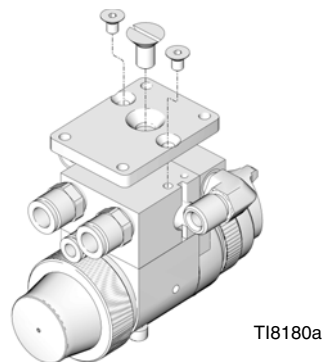

FIG. 5: Placa adaptadora para modificaciones retroactivas
1. Monte la placa adaptadora en el colector utilizando los tres tornillos suministrados con el kit (FIG. 5).